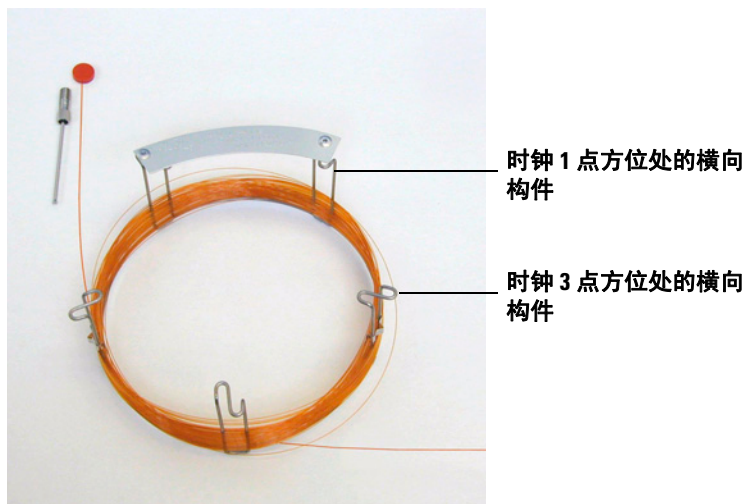

图 8 松开 2 圈的色谱柱。
- 2 取下色谱柱“出样口”端的隔盖，并松开 2 圈色谱柱。请参阅图 8。